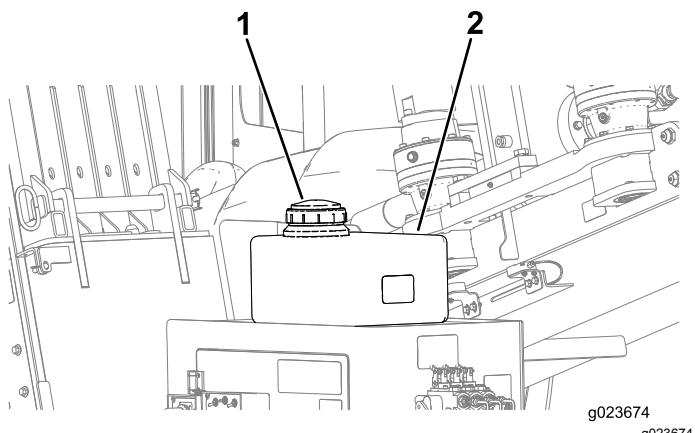

Figura 129
- C. Retire el tapón del depósito de anticongelante de la bomba de fluido de perforación (Figura 129).
- D. Asegúrese de que el depósito está lleno de anticongelante (Figura 129).
D. Añada anticongelante al depósito según sea necesario (Figura 129).
5. Instale el tapón del depósito de anticongelante (Figura 129).